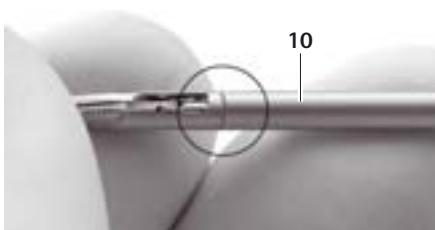

Fig. 7
- Asegurarse de que el tubo exterior 10 se ha deslizado hasta el tope sobre el tubo interior 9 con la pieza de trabajo 7, ver Fig. 7.